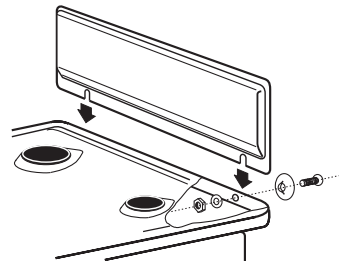

Рис. 10
- В плитах, укомплектованных щитком, щиток закрепляется перед установкой плиты (рис. 10).